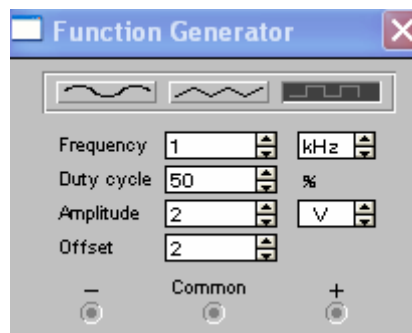

Рисунок 7
1.11.1 Ознакомиться с возможностями *функционального генератора* (рисунок 7), который является источником напряжения специальной формы. Генератор способен вырабатывать напряжение синусоидальной, прямоугольной и треугольной формы. Форма сигнала задается клавишами верхнего ряда. Включить генератор в режиме генерации напряжение прямоугольной формы.